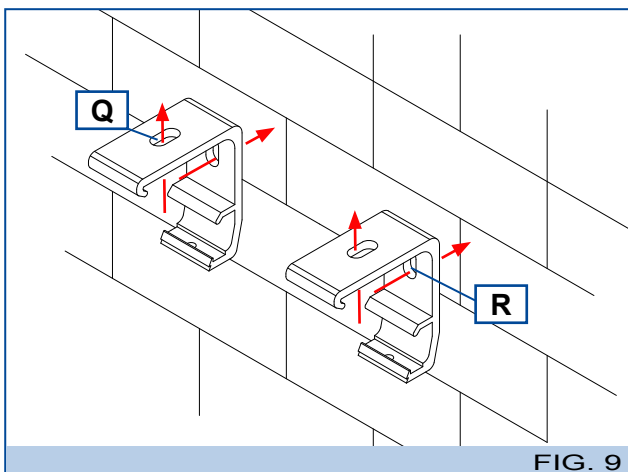

FIG. 9
- Per il FISSAGGIO delle STAFFE A PARETE inserire i tasselli nei fori praticati (R) e bloccare le staffe parete/soffitto con gli appositi tasselli.
- Per il FISSAGGIO delle STAFFE A SOFFITTO inserire i tasselli nei fori praticati (Q-Fig.9) e bloccare le staffe parete/soffitto con gli appositi tasselli.